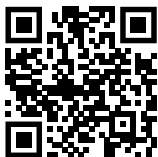

Fig. 122
- ▶ Отворете Liebherr SmartMonitoring Dashboard. (виж Fig. 122)